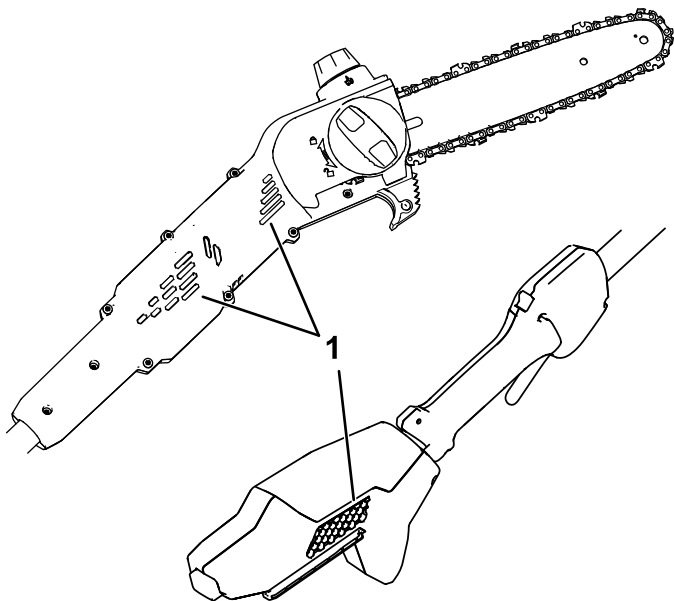

Figura 9
1. Assicuratevi che gli sfati sulla sega a palo siano privi di polvere e detriti (Figura 9).